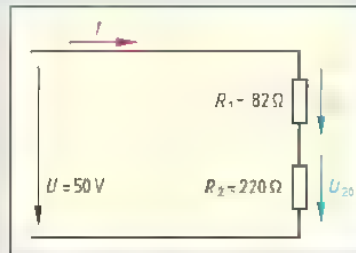
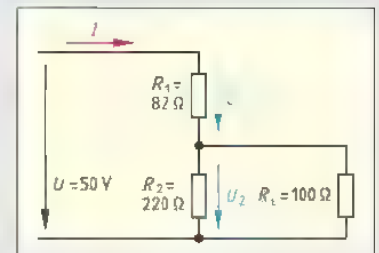

Bild 1: Spannungsteiler, unbelastet
Bild 2: Spannungsteiler, belastet
1. Berechnen Sie für den unbelasteten Spannungsteiler (Bild 1) a) den Strom I und b) die Teilspannungen U_1 und U_{20} .
2. Berechnen Sie für den belasteten Spannungsteiler (Bild 2) a) den Gesamtstrom I und b) die Teilspannungen U_1 und U_2 .
3. Begründen Sie, warum die Spannung U_2 des belasteten Spannungsteilers (Bild 2) gegenüber der Spannung U_{20} des unbelasteten Spannungsteilers (Bild 1) kleiner geworden ist.